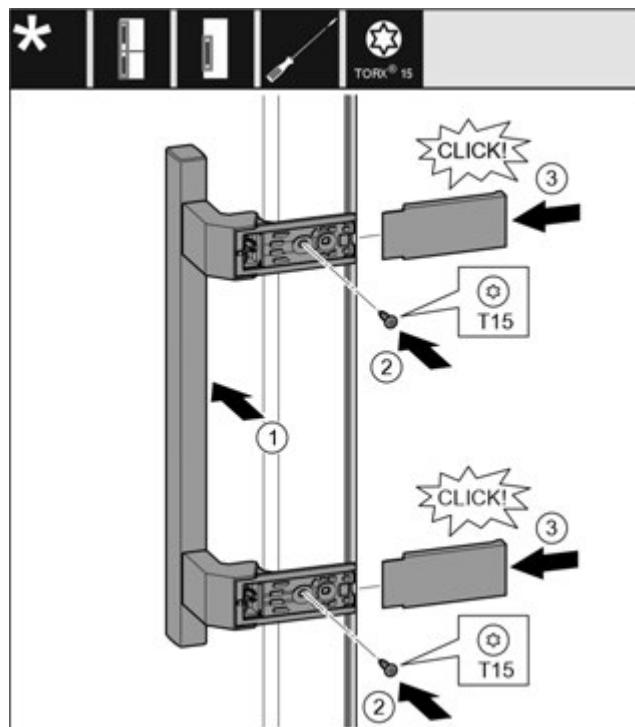

Fig. 40
- Встановіть ручку з протилежного боку. Fig. 40 (1)
- За допомогою викрутки T15 закрутіть гвинти. Fig. 40 (2)
- Встановіть збоку кришки і посуньте їх. Fig. 40 (3)